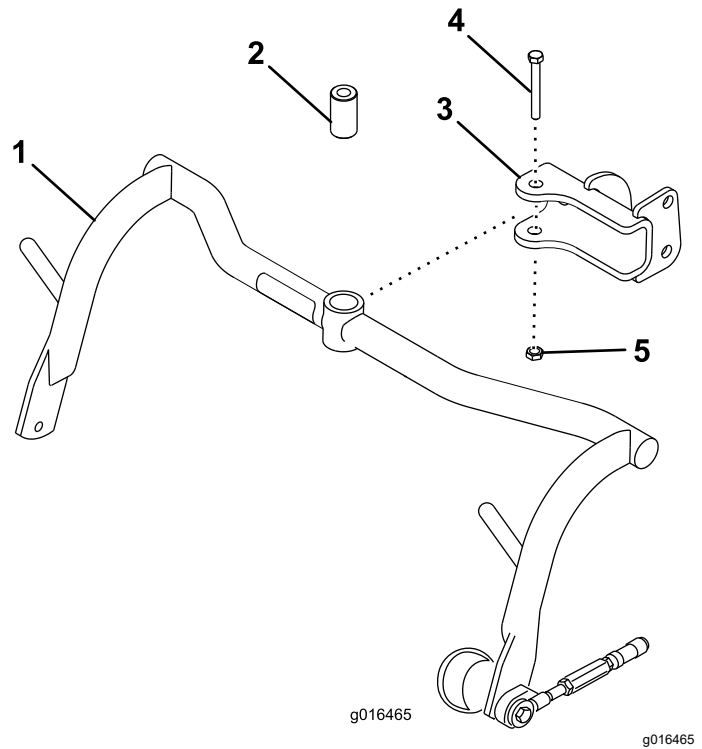

Figura 6
1. Montate un gruppo telaio portante su ciascun perno con testa con un distanziale, un bullone ($\frac{1}{2}$ " x $3\frac{1}{4}$ ") e un dado di bloccaggio ($\frac{1}{2}$ "); fate riferimento a Figura 6. Serrate a una coppia di 91 a 113 N·m.